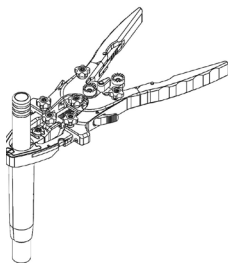

Abbildung 8
- Schieben Sie die Retraktorklappen um das **schwarze Einführbesteck** (ML-0518), schieben Sie dann den Retraktor auf den **18-mm-Dilatator** (Abbildung 8). Das Einführbesteck hilft dabei, den Retraktor nahtlos über den **18-mm-Dilatator** zu positionieren. Sobald die Klappen über dem **18-mm-Dilatator** eingerastet sind, kann das **schwarze Einführbesteck** entfernt werden.